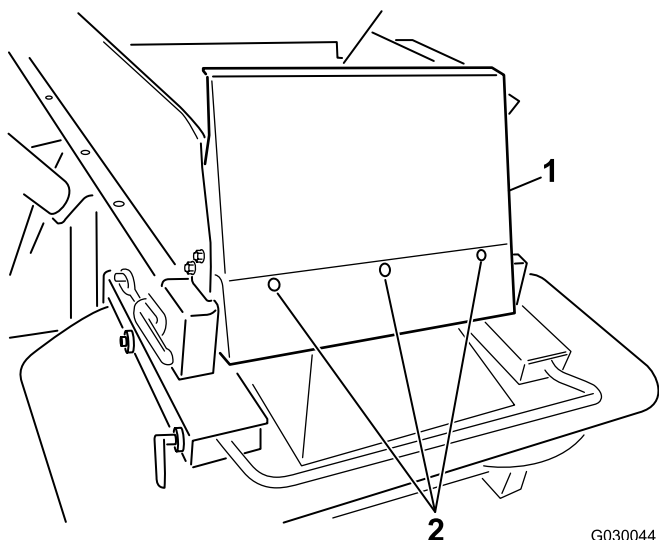

Figura 7
6. Instale a proteção da tremonha utilizando os parafusos de cabeça (1/4 x 5/8 pol.) e porcas de bloqueio de nylon fornecidos (Figura 7).